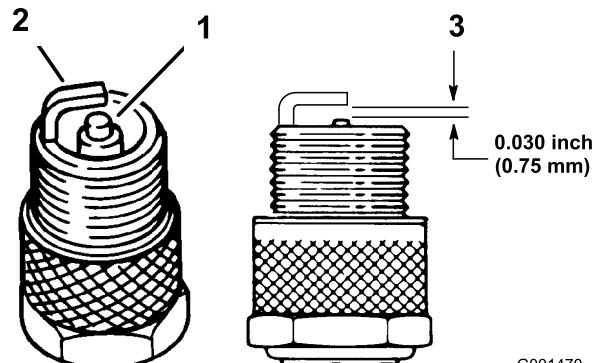

Figura 38
1. Mire la parte central de la bujía (Figura 38). Si se observa un color gris o marrón claro en el aislante, el motor está funcionando correctamente. Si el aislante aparece de color negro, significa que el limpiador de aire está sucio.
3. Compruebe la separación entre los electrodos central y lateral (Figura 38). Si la distancia no es correcta, doble el electrodo lateral (Figura 38).
3. Conecte el cable de la bujía (Figura 38).